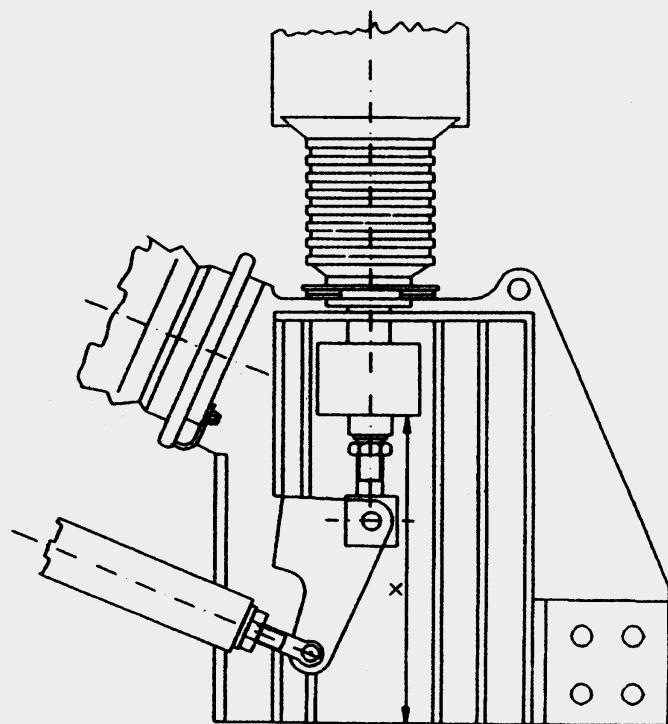

图 10. 测量触头行程示意图
- 1、先拆下绝缘支柱，然后拧下上出线端与灭弧室联接的四条螺栓，同时拧下绝缘子压板与上出线联接的螺母。然后，卸下上出线（见图10）